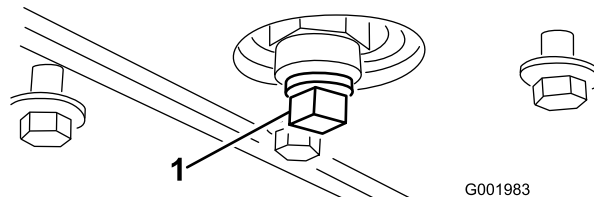

Figure 48
5. Enlevez le bouchon de vidange (Figure 48).